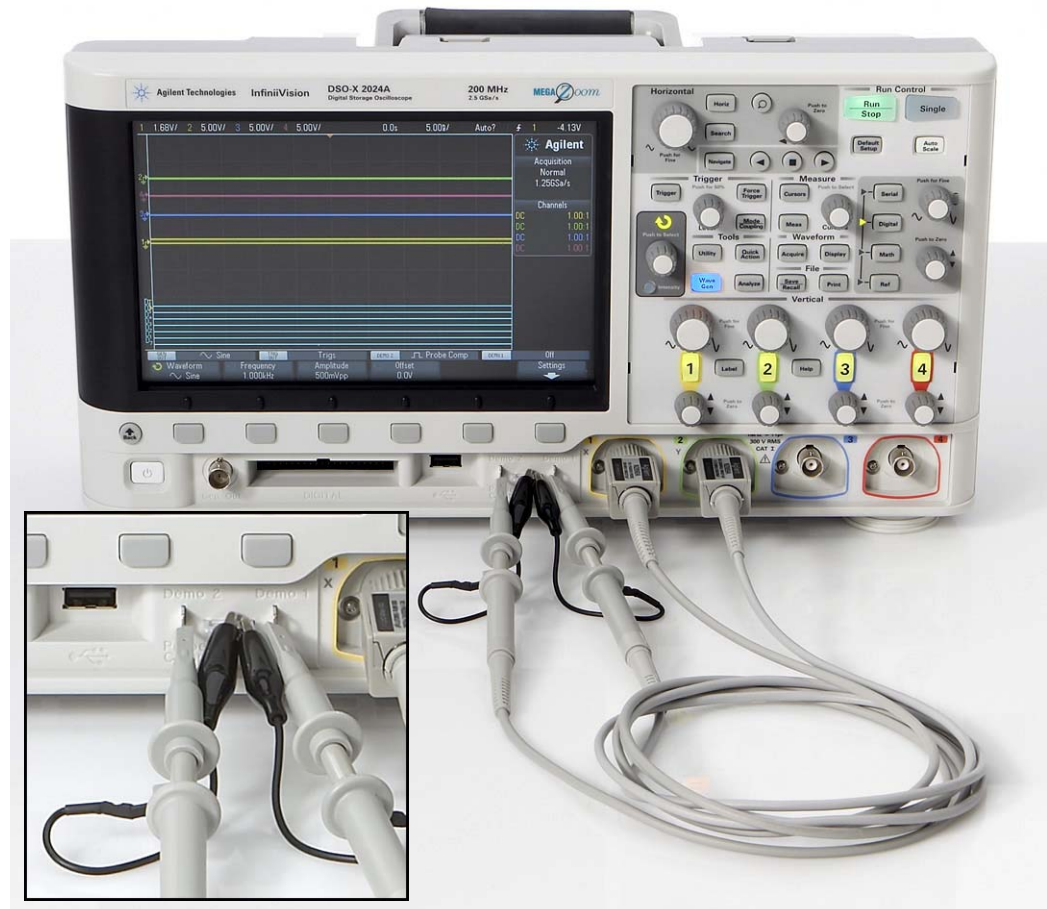

Figura 8 Conexión de las sondas entre las entradas del canal 1 y canal 2 a los terminales de salida de las señales de capacitación
- 1 Conecte una sonda del osciloscopio entre el BNC de entrada del canal 1 y el terminal de salida etiquetado “Demo1”, como se muestra en la Figura 8. Conecte esta pinza a tierra de la sonda al terminal central (tierra).
- 2 Conecte una segunda sonda del osciloscopio entre el BNC de entrada del canal 2 y el terminal de salida etiquetado “Demo2”, como se muestra en la Figura 8. Conecte esta pinza a tierra de la sonda al terminal central.